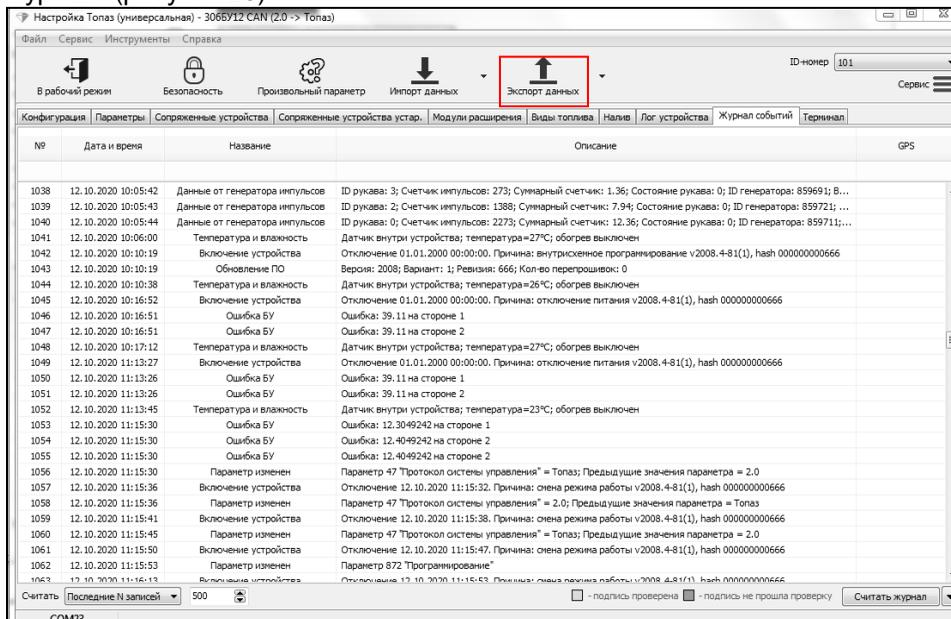

Рисунок 25
9.2 Для считывания журнала событий необходимо выполнить подготовительные действия, описанные в п.п. 7.1, считать конфигурацию устройства, перейти на вкладку "Журнал событий" и нажать кнопку "Считать журнал" (рисунок 25).